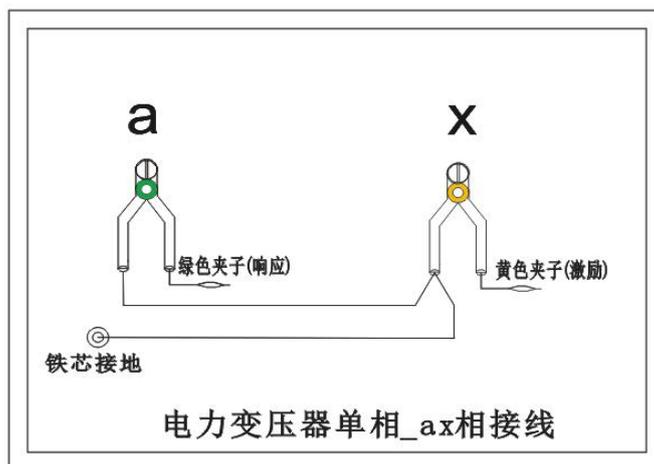

图 13
5.1.4 以上接线完成对单相 X 的测量接线，如图 13。